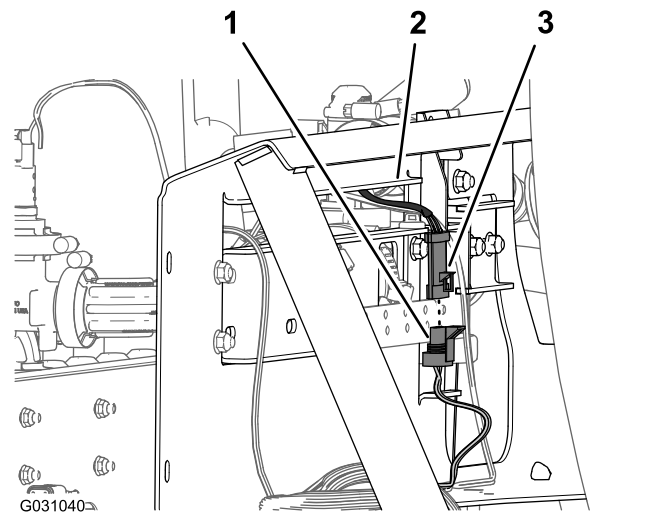

Bild 130
6. Stecken Sie den 3-Stift-Stecker für den Kabelbaum des Rührwerkventils in den 3-Buchsen-Stecker des 203-cm-Kabelbaumzweigs, der mit **Agitation Valve** beschriftet ist (**Bild 130**).